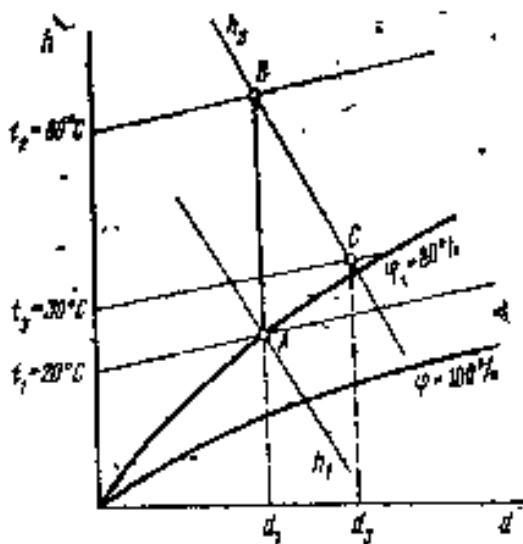

Рис. 6.1.
*Решение:* По  $h-d$  диаграмме (рис. 6.1) находим точку  $A$  на пересечении линий  $t_1=20^\circ\text{C}$  и  $\varphi=80\%$  и определим:  $d_1=11$  г/кг;  $h_1=48$  кДж/кг.